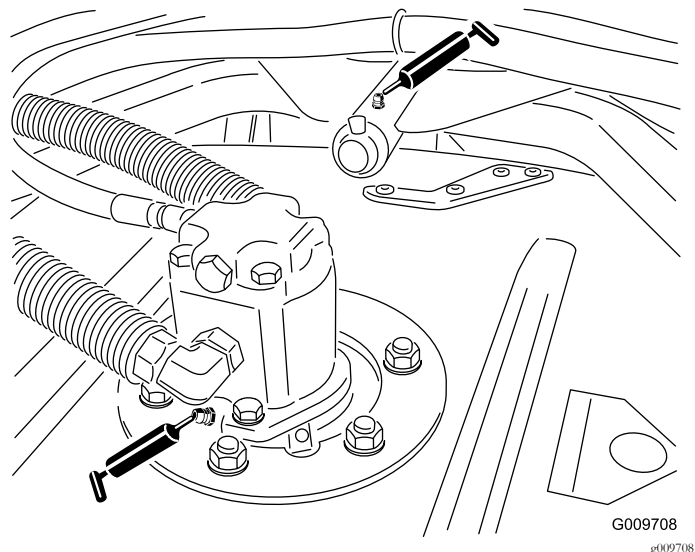

図 36
- 図 36 に示す、刈り込みデッキのスピンドルシャフトのベアリングデッキ 1 台に 2 ケ所
- 図 36 に示す、刈り込みデッキのキャリアアームのブッシュデッキ 1 台に 1 ケ所